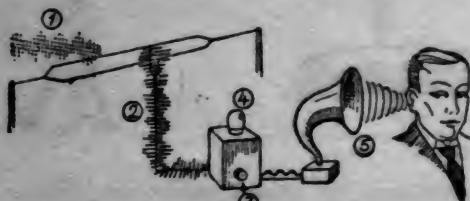

Abb. 95
II. Der Empfangsapparat in der Wohnung (Abb. 95).
b) Die Rundfunkröhre (4) (in Abb. 95). Beobachtungen:
Die Gitterspannung ist zwar schwach; aber sie vermag den starken Röhrenstrom so zu beeinflussen, daß er auch im Zeitmaß der Sprechwellen mitschwingt. Die Schwankungen sind nun stark genug, daß damit die Membrane im Lautsprecher (5) (in Abb. 95) hin und her schwingt. Wir hören.